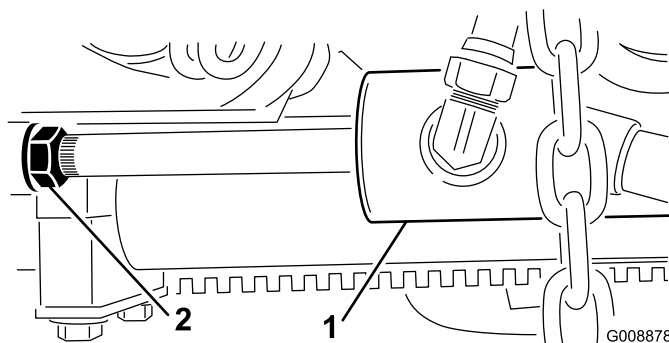

Figure 12
- B. Desserrez l'écrou de blocage sur le vérin (Figure 12).